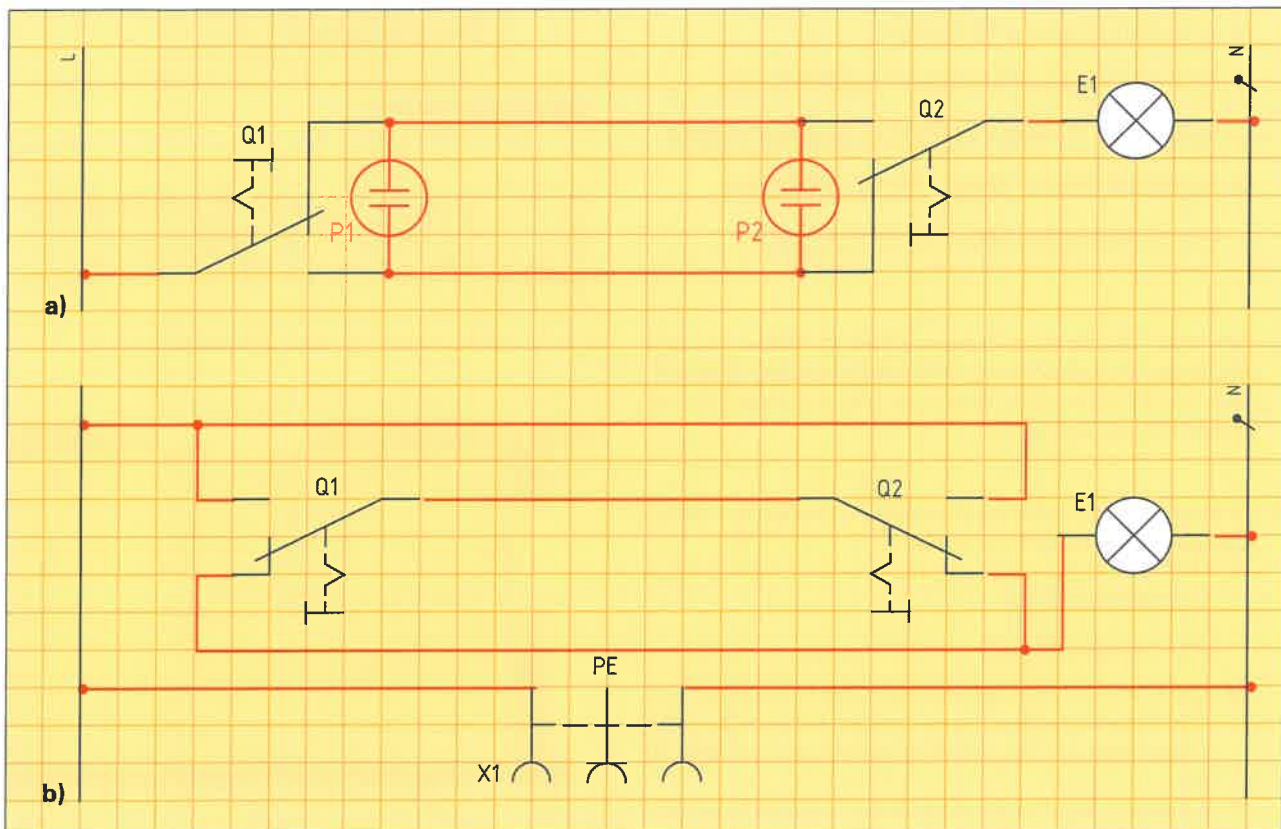

Bild 1: Stromlaufplan einer Wechselschaltung
5. Vervollständigen Sie den aufgelösten Stromlaufplan (Bild 1) einer a) Wechselschaltung mit Schalterbeleuchtung und b) Sparwechselschaltung mit Steckdose.